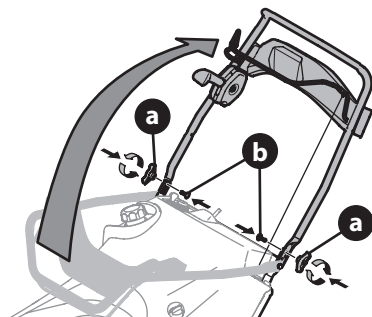

Figura 2
2. Gire la manija superior a la posición de funcionamiento. Asegúrese de no apretar los cables en el proceso (Figura 2).